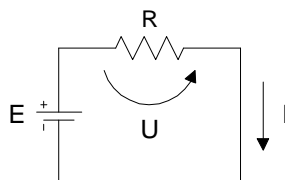

Figura 1: Circuito eléctrico básico
A corrente eléctrica (I) que percorre um circuito (*Figura 1*) depende da tensão aplicada (U) e da resistência do circuito (R). Estas grandezas eléctricas relacionam-se pela *Lei de Ohm*, que se expressa da seguinte maneira: